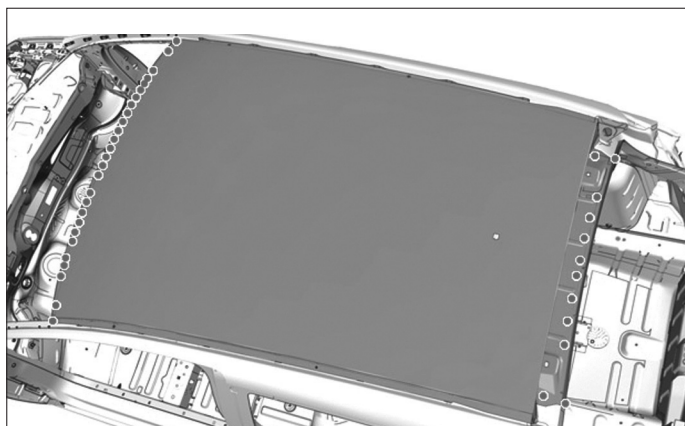

FIG. 129
- par points électriques (Fig.129),